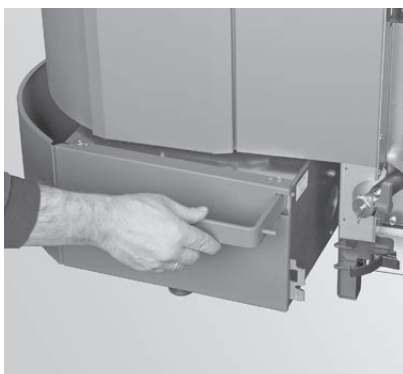

Fig. 36 Aschebox leicht nach links drücken
- ▶ Aschebox leicht nach links schieben und herausziehen – Fig. 36, Fig. 37.